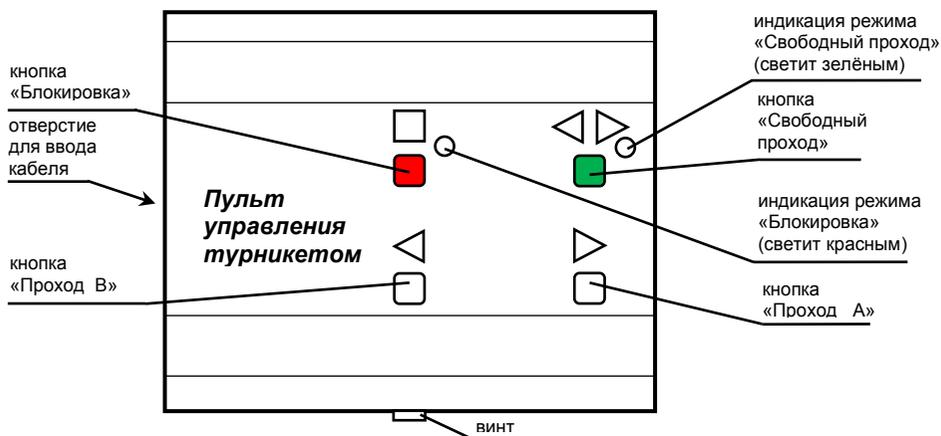
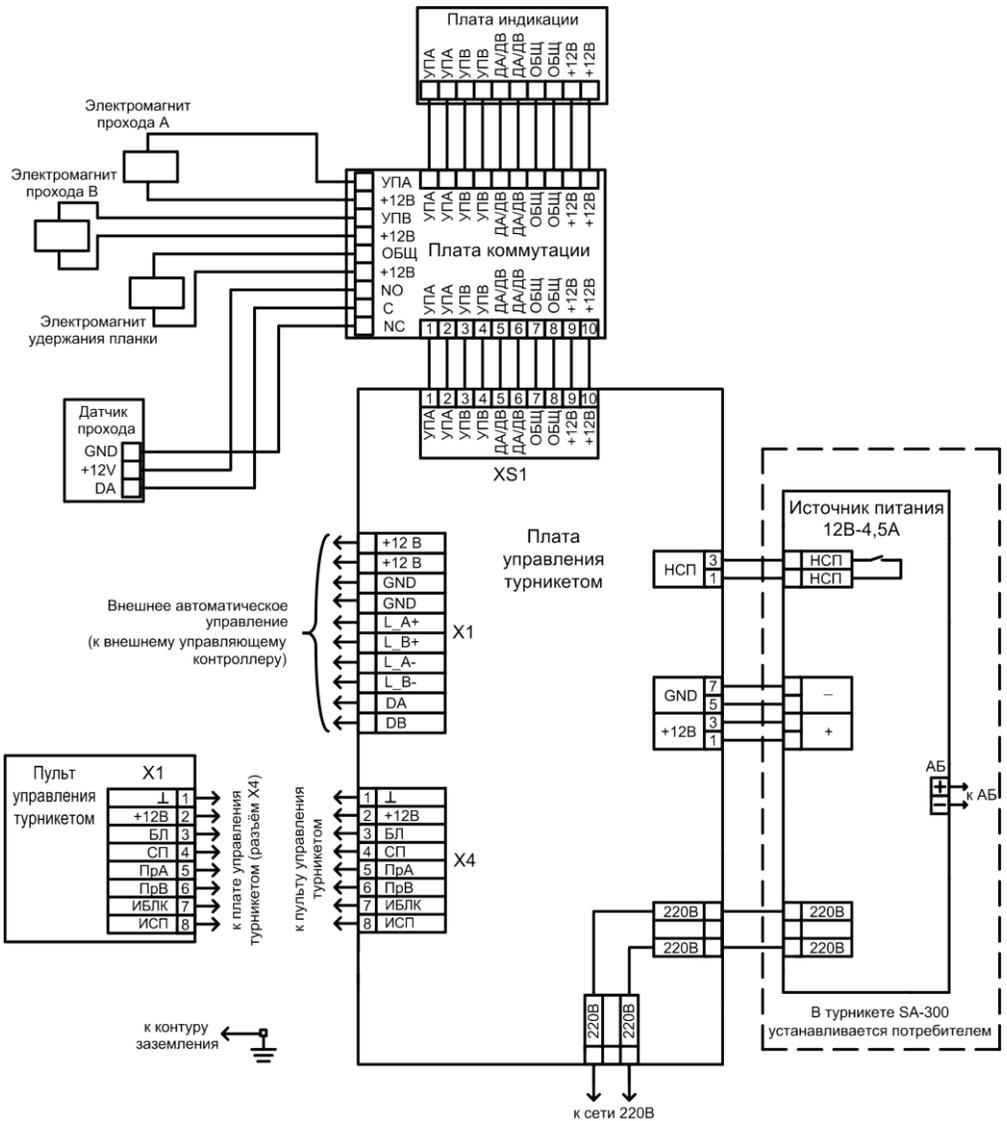

Рис.3 Внешний вид пульта управления
Рис.8 Схема электрическая соединений турникетов SA-300 и SA-301
Пульт управления турникетом (рис.3) предназначен для ручного дистанционного управления турникетом.
Пульт управления поставляется в комплекте с турникетом и подключается к плате управления турникетом – см. рис.8.
- подключите кабель пульта управления к клеммнику Х4 платы управления турникетом и к клеммнику пульта (выкрутите винт – рис.3, снимите крышку, на крышке пульта расположена плата с клеммником, проденьте кабель в отверстие, подключите кабель согласно схеме подключения – рис.8, зафиксируйте кабель хомутом, соберите пульт);
- в режиме «Ожидания» нажмите на кнопку «▶» («Проход А») (рис.3). На индикаторе состояния засветится зелёная стрелка – разрешен однократный проход, проверните планки по направлению стрелки. После проворота засветится красный крестик – турникет снова в режиме «Ожидания»;
| <p>В режиме «Ожидания» при управлении с ручного пульта:</p> <ol style="list-style-type: none"> 1. Турникет не управляется (не проворачиваются планки в одном из направлений), индикация состояния отсутствует или не переключается на режим «Однократного прохода» 2. Турникет не управляется, при этом индикация состояния присутствует | <ol style="list-style-type: none"> 1. Нет сигнала на плату управления турникетом или плату коммутации или плату индикации и на электромагниты прохода А(В) 2. Нет сигнала на электромагнит прохода А(В) | <p>Проверьте целостность кабелей и качество разъёмных соединений:</p> <ol style="list-style-type: none"> 1. Разъёмов X4, XS6 платы управления турникетом, платы коммутации, платы индикации и электромагнитов прохода (см. схему соединений, рис.8) 2. Электромагнитов прохода <p>Обеспечьте контакт разъёмных соединений, устраните обрыв кабеля</p> |